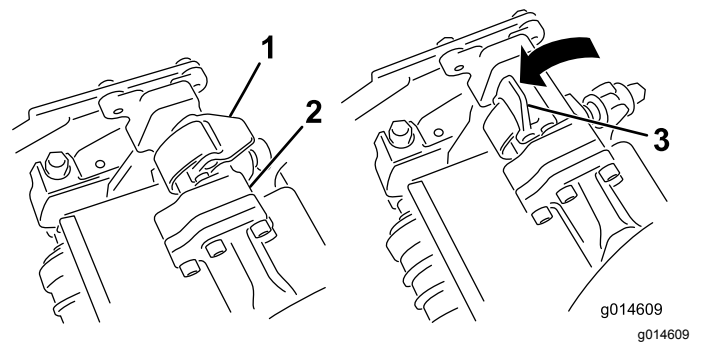
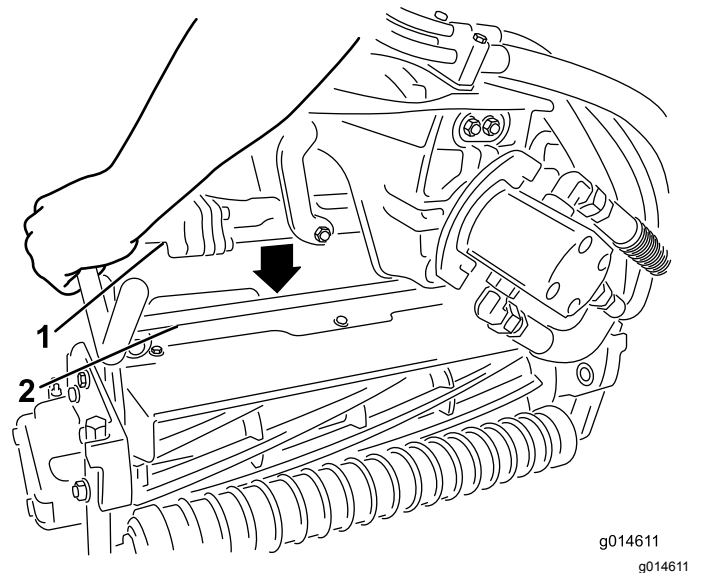

Figure 46
Figure 47
4. Fermez les verrous autour de la barre de l'unité de coupe et bloquez-les en place (Figure 46).
3. Les verrous de la barre de bras de suspension étant orientés en haut (c.-à-d. ouverts) (Figure 46), poussez le bras de suspension vers le bas pour que la barre s'engage sur la barre transversale au sommet de l'unité de coupe (Figure 47).
- Ouvrez les verrous sur la barre du bras de suspension appartenant à l'unité de coupe que vous voulez déposer (Figure 46).